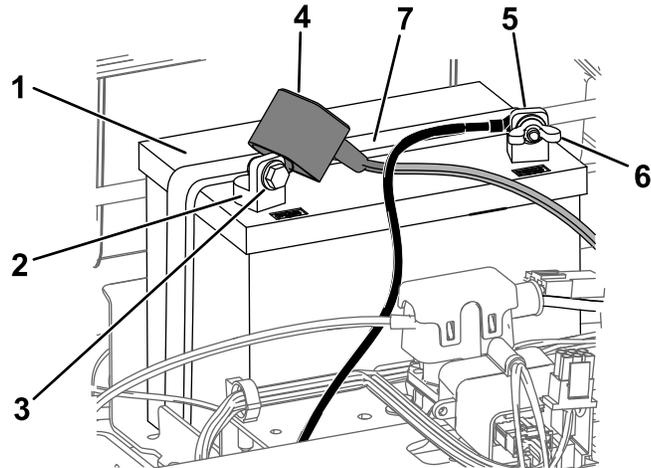

図 50
4. バッテリー端子からマイナスケーブル黒を外す 図 50。
6. バッテリー端子からプラスケーブル赤を外す 図 50。
7. バッテリー押さえ 図 50を外して、バッテリートレイからバッテリーを取り出す。
1. バッテリーをトレイに載せる 図 50。
5. バッテリー押さえを使ってバッテリーを固定する 図 50。